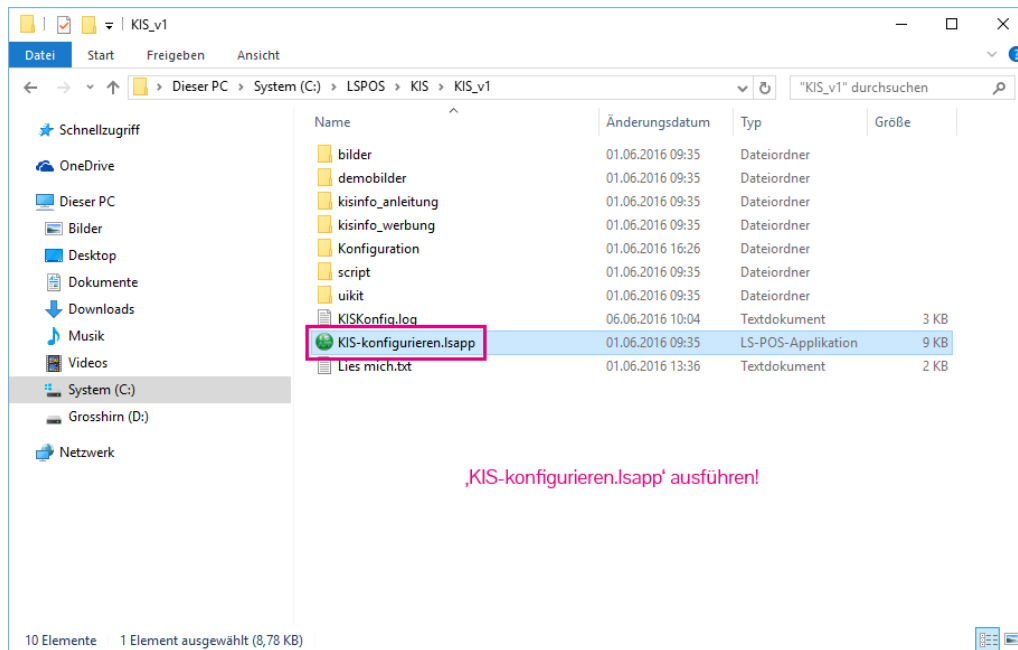

Abbildung 9.9: App starten - Template erstellen lassen
3. Starten Sie `KIS-konfigurieren.lsap`  (Abbildung 9.9).